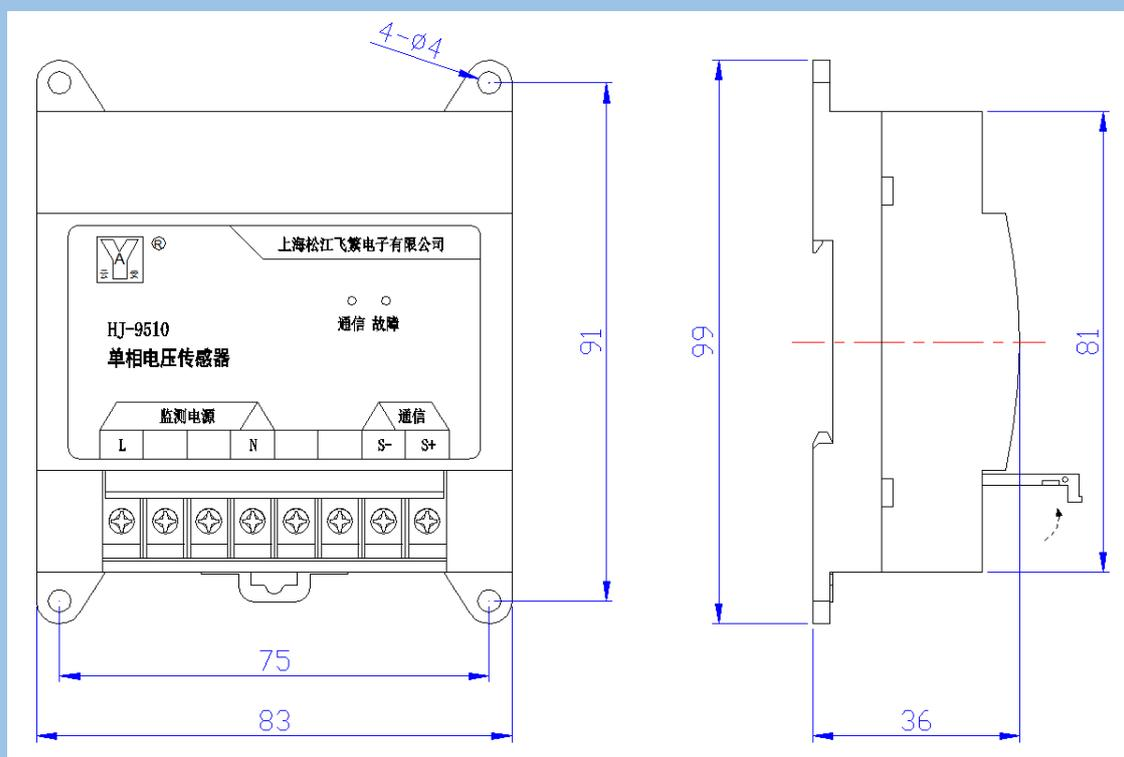

图 1: 单相电压传感器-外观尺寸
- (7) 开关量输入/出: 无。
- (8) 使用环境: 工作温度 $0^{\circ}\text{C}\sim+40^{\circ}\text{C}$; 存储温度: $-20^{\circ}\text{C}\sim+70^{\circ}\text{C}$ 相对湿度 $\leq 95\%$ 不结露。
- (9) 外形尺寸: $83\text{mm}\times 99\text{mm}\times 36\text{mm}$ (如图 1)。
每个接线端子所对应的定义如从传感器上表面所示,如无标注即为空角,如下图 1 所示。